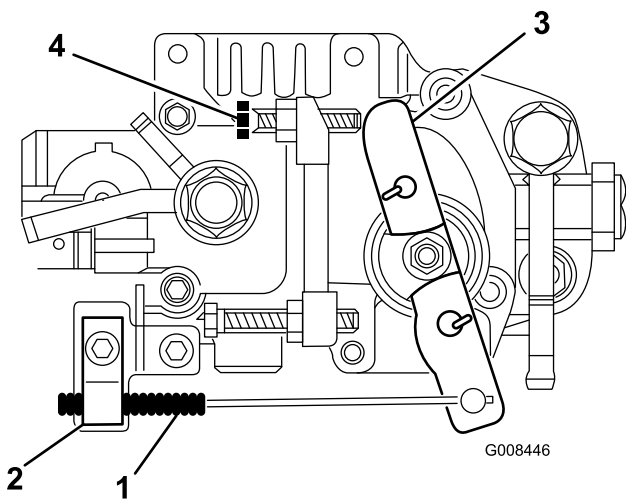

Figura 45
2. Liberte o parafuso que fixa o cabo ao motor (Figura 45).
3. Mova o cabo até que a alavanca de controle da velocidade entre em contacto com o parafuso de velocidade ao ralenti (Figura 45).
2. Desaperte a porca de bloqueio do parafuso de velocidade ao ralenti (Figura 45).